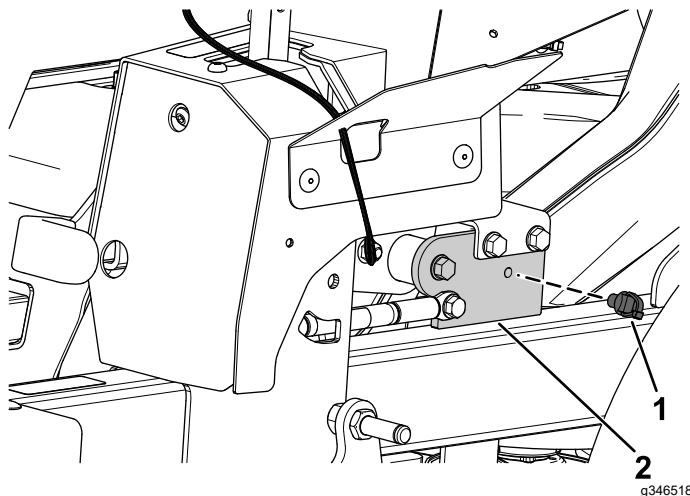

Figure 13
1. Insérez le clip enfichable avant dans le support du levier du frein de stationnement (Figure 13).